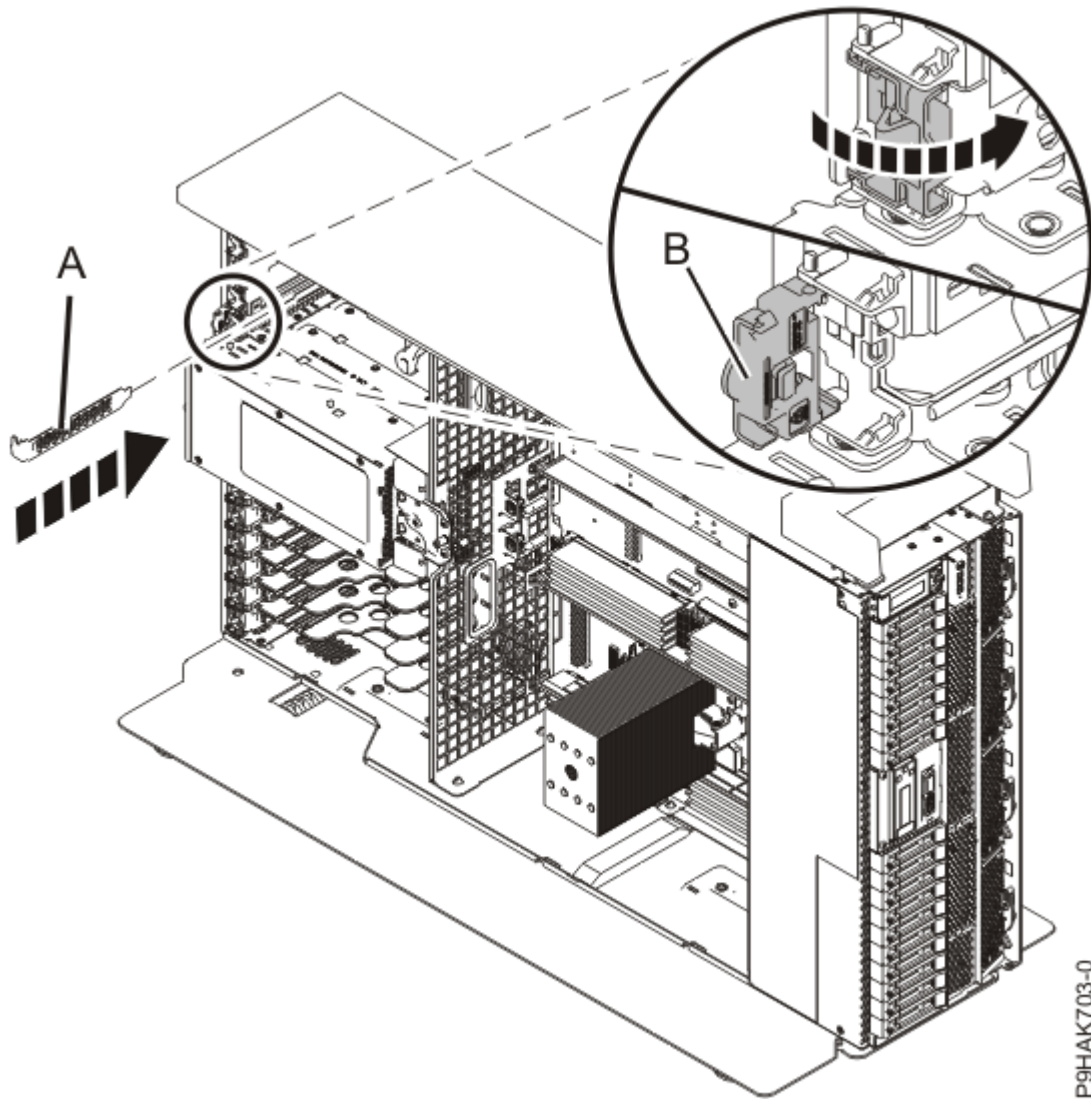

Abbildung 57. Platzhalterelement in einem Adaptersteckplatz im Standalone-System vom Typ 9009-41A installieren
- a) Fassen Sie das Platzhalterelement vorsichtig an und richten Sie es am Steckplatz und am zugehörigen Anschluss an der Systemrückwandplatine aus (siehe Abbildung 56 auf Seite 79 und Abbildung 57 auf Seite 80).
- b) Drücken Sie das Platzhalterelement fest in den Steckplatz (siehe Abbildung 56 auf Seite 79 und Abbildung 57 auf Seite 80).